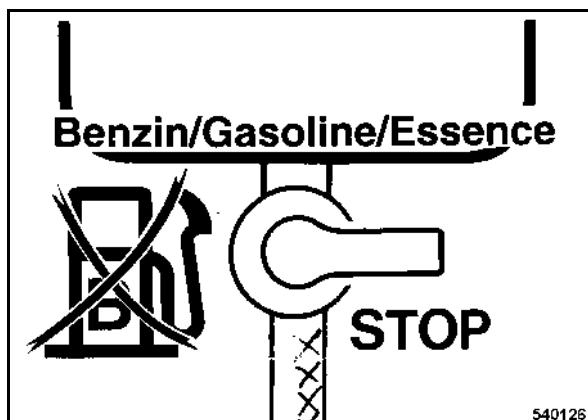

fig. 51
- Positionner la vanne d'arrêt du carburant (fig. 51) sur "STOP" (fermée).